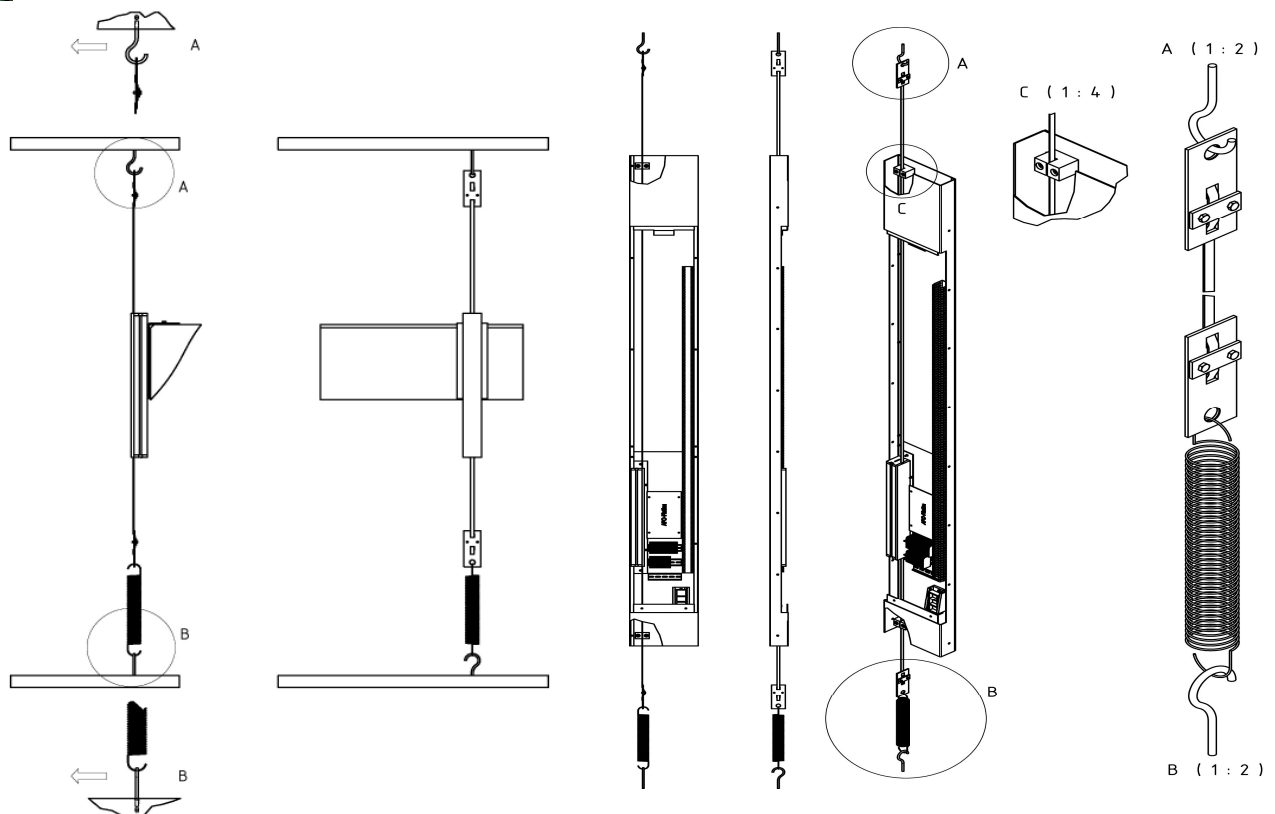
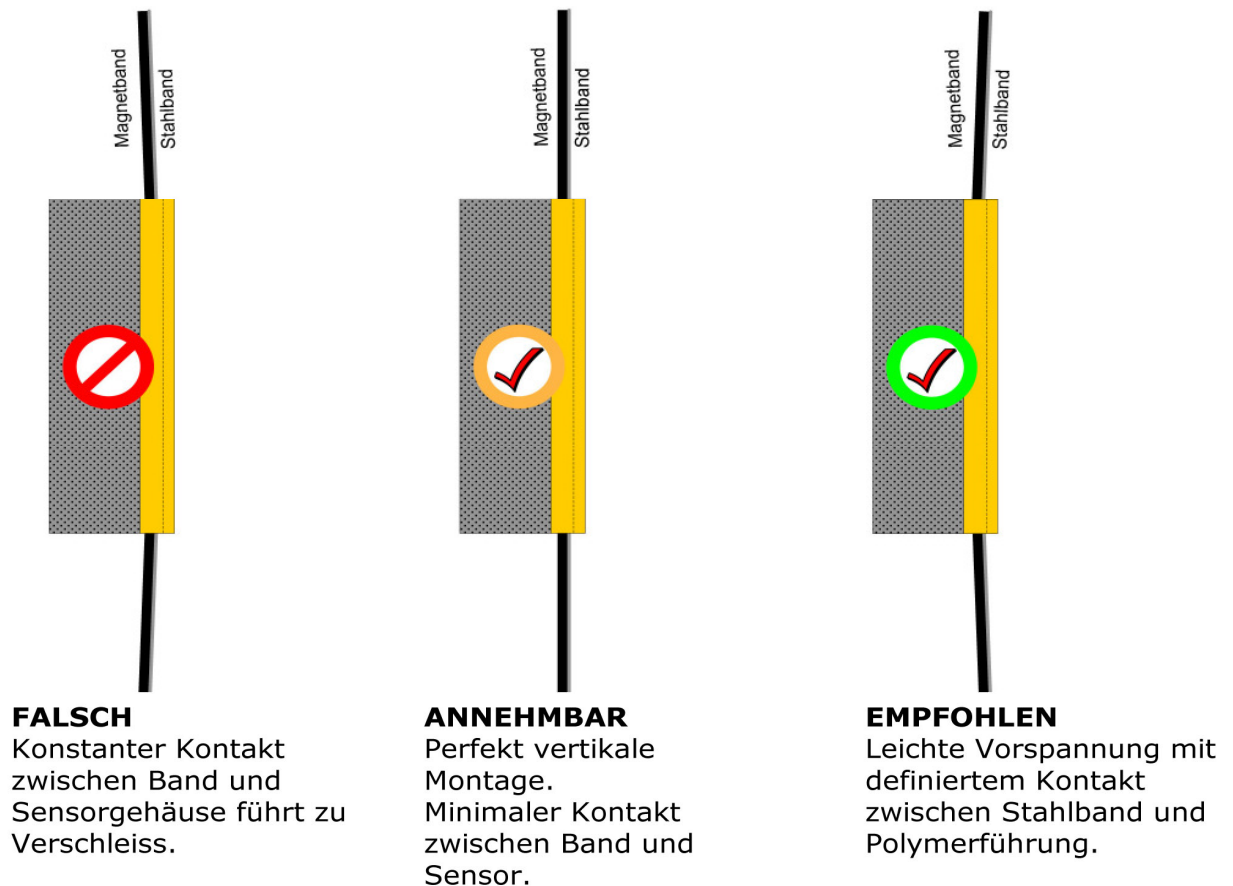

Bild 4: Montage des Lesekopfes und des Magnetbandes
Bild 5: Ablenkung des Magnetbandes
Montieren Sie nun den Magnetbandhalter an der Schachtdecke (Bild 4 (A)). Beachten Sie hierbei, dass die Stahlbandseite des Magnetbandes im Betrieb leicht an der Kunststoffführung anliegen muß. Befestigen Sie nun das Magnetband am Magnetbandhalter. Der Richtungspfeil am Magnetband zeigt nach oben.
Befestigen Sie nun den Haken für die Zugfeder in der Schachtgrube (Bild 4 (B)). Beachten Sie auch hier, dass im Betrieb die Stahlbandseite des Magnetbandes leicht an der Kunststoffführung anliegen muß (siehe Bild 5).